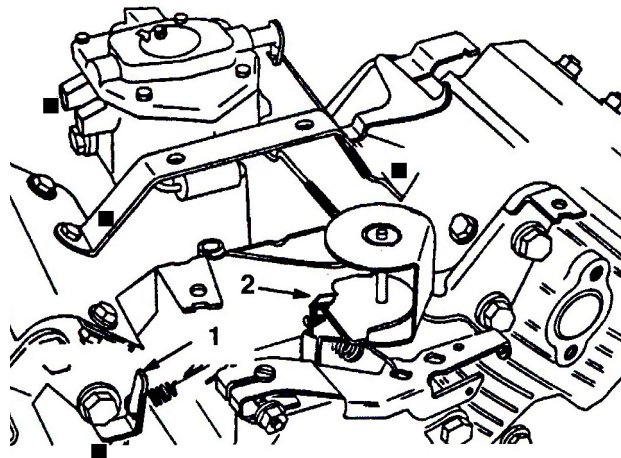

図 38
3. 調速アイドル・スプリング・アンカーの耳 (図38) を曲げて、エンジン速度を 1625 ± 50 RPM に調整する。タコメータで速度を確認のこと。
5. スロットル・コントロールを FAST 位置とする。高速アイドル・スプリング・アンカー (図38) の耳を曲げて 2850 ± 50 rpm となるように調整する。